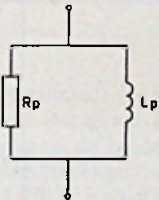

Fig 4
① In de parallelschakeling van fig. 4 is  $R_p = 100 \Omega$  en  $L_p = 1 \text{ H}$ . Men wil deze parallelschakeling vervangen door een serieschakeling van een weerstand  $R_s$  en een zelfinductie  $L_s$ , en wel zodanig, dat beide schakelingen bij een cirkelfrequentie van 100 rad/s dezelfde impedantie hebben. Bereken  $R_s$  en  $L_s$ .